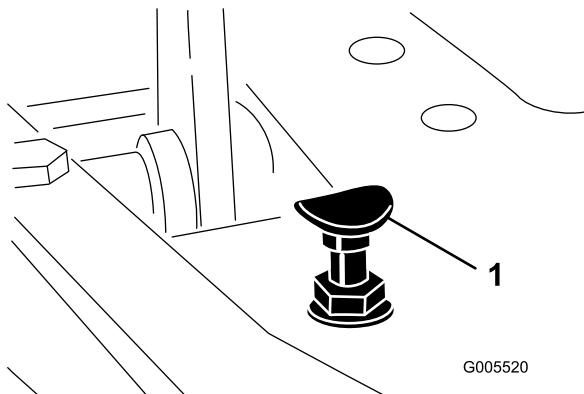

Figura 56
Para obtener la velocidad máxima de transporte, ponga la palanca de control funcional en la posición de transporte y pise el pedal de tracción. Si el pedal toca el tope (Figura 56) antes de que se note tensión en el cable, es necesario hacer un ajuste:
- Ponga la palanca de control funcional en la posición de transporte y afloje la contratuerca que fija el tope del pedal a la chapa del suelo (Figura 56).